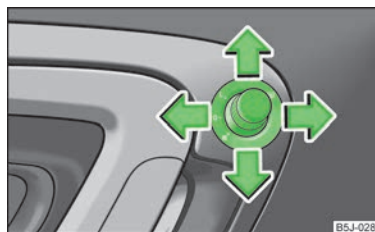

Fig. 34
- Aduceți butonul rotativ în poziția **☞** » fig. 34.
- Aduceți butonul rotativ în poziția **L** » fig. 34. Mișcarea suprafeței oglinzii este identică cu mișcarea butonului rotativ.
- Aduceți butonul rotativ în poziția **R** » fig. 34. Mișcarea suprafeței oglinzii este identică cu mișcarea butonului rotativ.